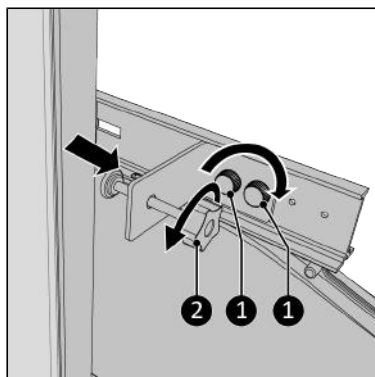

Abbildung 116.
13. Schrauben Sie die Klemmschraube vollständig zurück (Abbildung 116, Pos. 2).
15. Schrauben Sie die Klemhalterung mit den beiden Knopfschrauben (Abbildung 116, Pos. 1) an der Hauptschiene fest.